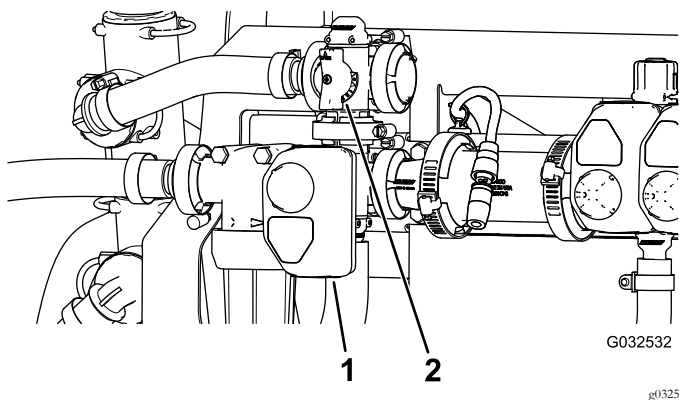

Bild 131
10. Stellen Sie das Rührwerksicherheitsventil (Bild 131) hinten am Rührwerkventil so lange ein, bis das Druckmanometer für den Druck des Sprühsystems 689 kPa (100 psi) anzeigt.